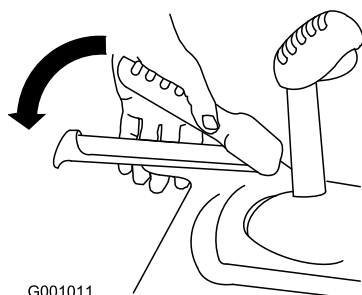

Figura 20
1. Para engranar la transmisión de tracción, apriete la palanca izquierda (tracción) hasta la empuñadura (Figura 20).